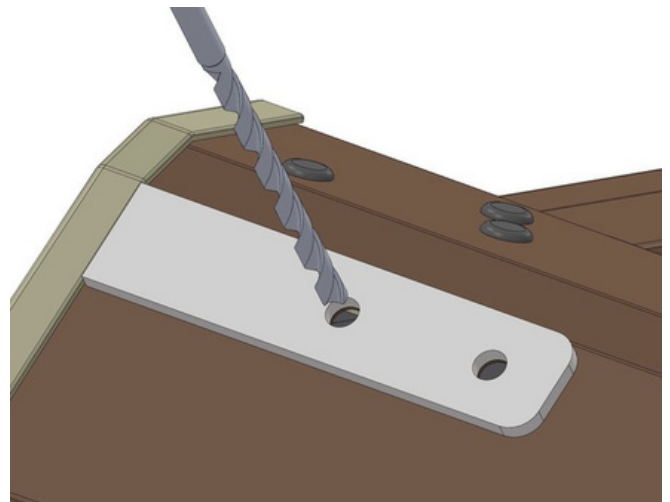

Abb. 3
- 2) Passen Sie die Schablone **[h]** an den Rand des oberen (Quer-)Blechs der Fensterverkleidung an (Abb.2). Bohren Sie dann 2 Löcher mit einem Bohrer  $\emptyset$  6. Drehen Sie die Schablone um und wiederholen Sie den Vorgang in der gegenüberliegenden Ecke (Abb. 3)